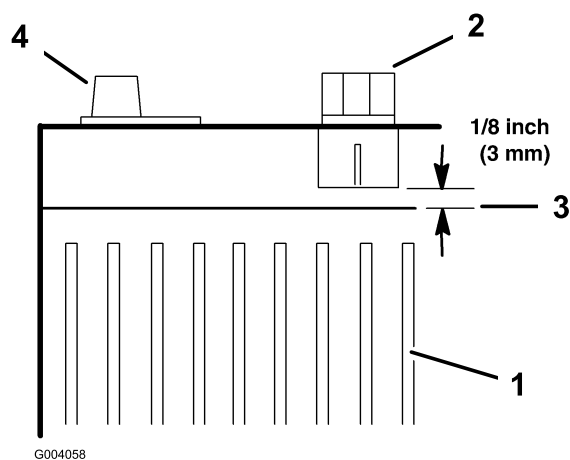

Figura 28
- Acrescente água destilada de modo a que o nível da solução electrolítica fique a 3 mm do fundo do depósito de enchimento (Figura 28).